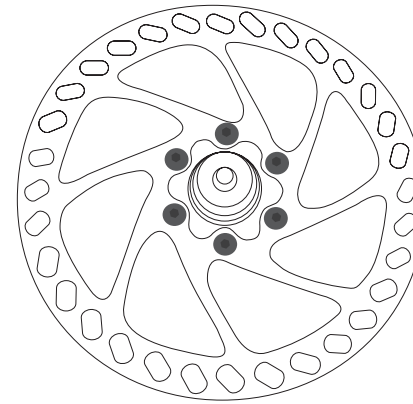
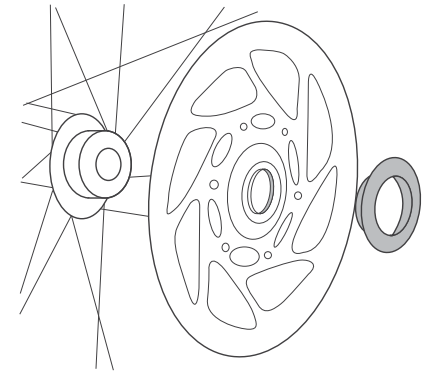

Abb. 3. Schrauben für Bremsscheibe
Abb. 4. Centerlock-Mutter
Achten Sie bei Laufrädern mit Scheibenbremsen darauf, dass die Bremsscheibe (Abb. 3 oder Abb. 4) fest sitzt:
- Ziehen Sie die Befestigungsschrauben der Bremsscheibe (Abb. 3) mit einem Anzugsdrehmoment von 5 – 6,2 Nm fest.
- Ziehen Sie die Centerlock-Mutter (Abb. 4) mit einem Anzugsdrehmoment von 40,2 Nm fest.